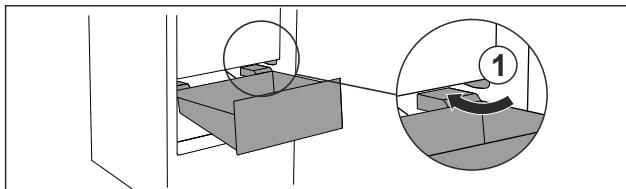

Fig. 105
- Schubfach schräg um die Stopfer Fig. 105 (1) herumführen.